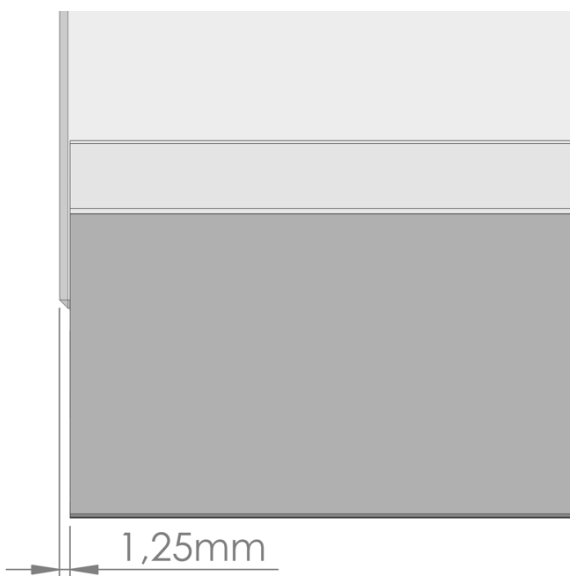

Figura 12
- En perfiles con extremos rectos, centrar el panel en el perfil dejando la misma holgura por ambos lados. Esta holgura es de 1,25mm (figura 12).